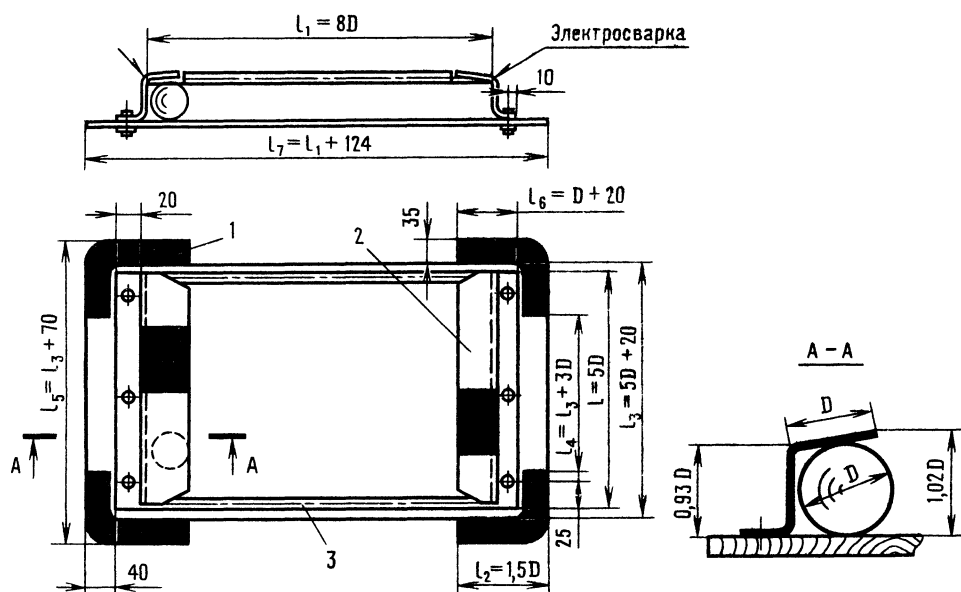
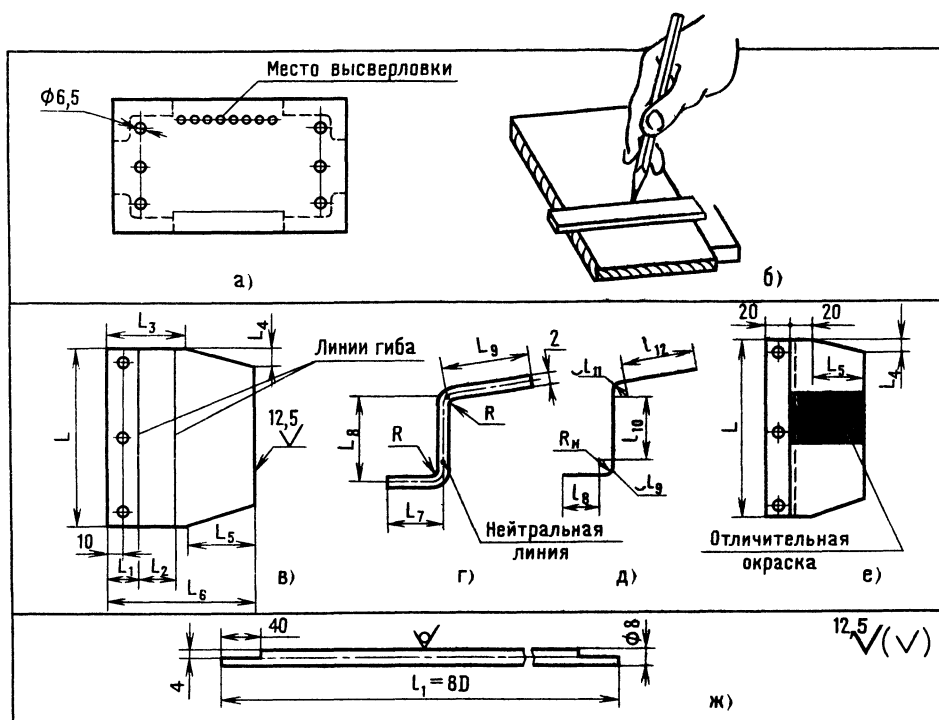

Рис. 100. К определению размеров игры «Гравитбол» по диаметру шарика
Рис. 101. Технология изготовления игры «Гравитбол». Развертка заготовки
Для тех, кто захочет сделать «Гравитбол», приведем соотношения, которые позволят по размеру шарика определить основные размеры игры. Например, ширина рабочей зоны площадки $L = 5D$, где D — диаметр шарика. На рис. 100 показаны две проекции «Гравитбола», раз-
Для изготовления игры потребуются материалы (см. рис. 100):
1. Основание. Разметить контур детали по чертежу (рис. 101, а и б); инструмент: линейка, угольник, циркуль;
Для того чтобы лучше понять метод определения размеров развертки, читая текст, посматривайте на рис. 100 и 101, в — е. Итак, познакомимся с методом расчета развертки заготовки. Как вы думаете, если гнуть заготовку, изменятся ли размеры L , L_4 и L_5 после гибки? Нет. Они, как и ширина, находятся вне зоныгиба (см. рис. 101, в).
На рис. 101, *г* и *д* показана нейтральная линия. Введем новые обозначения переходных размеров L_7 , L_8 и L_9 :
Сначала определим прямолинейные участки (см. рис. 101, *д*):